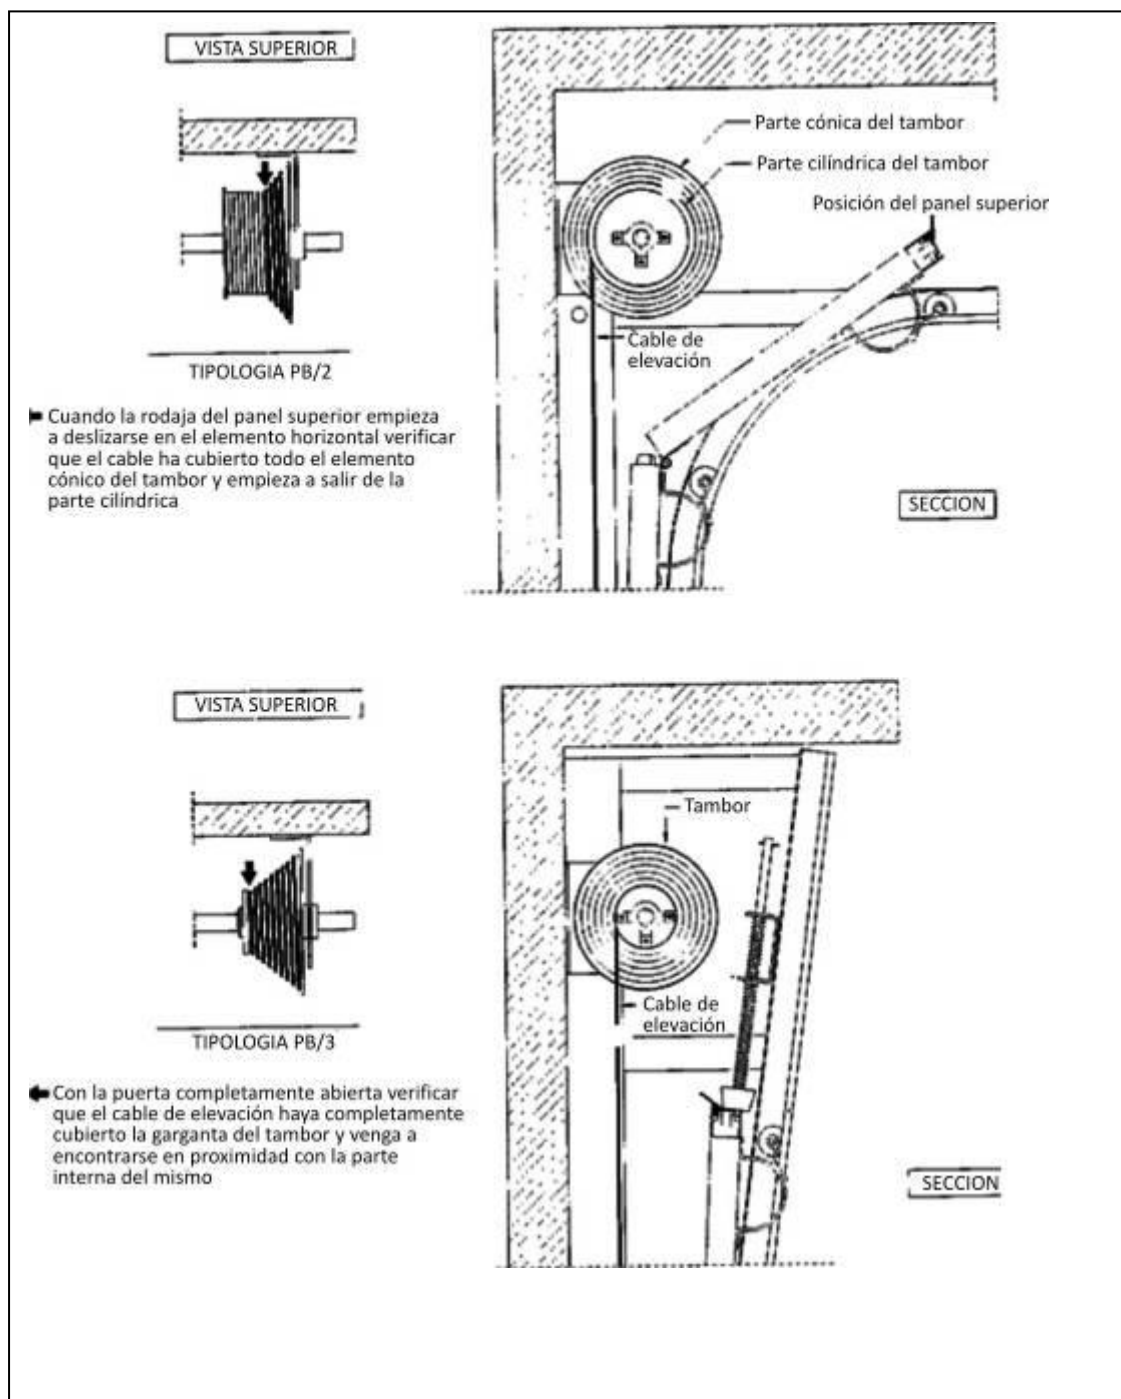

Fig. 7A Verificación de la posición del cable de elevación
- Verificar que el portón se encuentre perfectamente nivelado, de lo contrario actuar sobre la junta como se explica en la Fig. 7A. Esta operación permite compensar eventuales desniveles del piso entre los 10 mm para todo el ancho del portón.